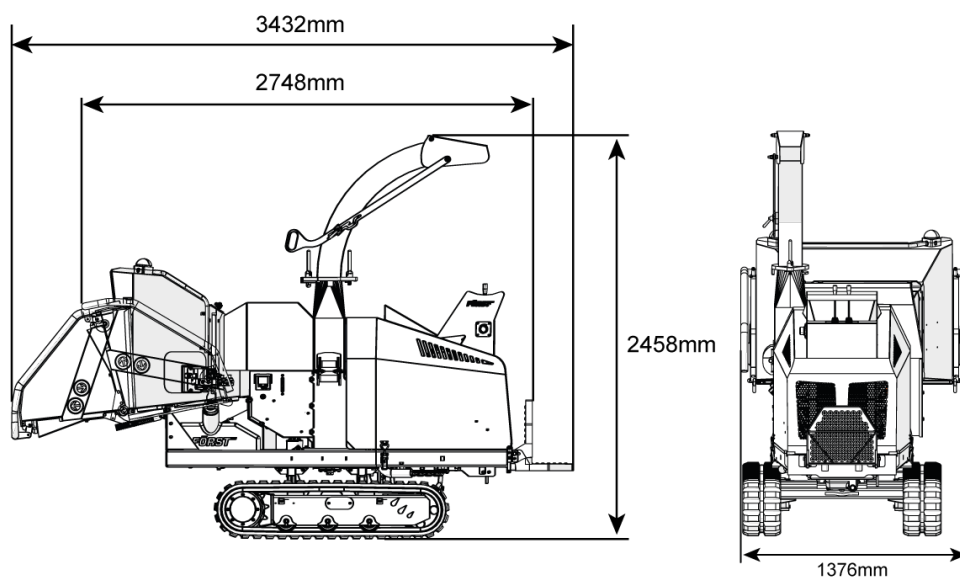

Figure 2 - Dimensions
- (3, Figure 2) Référence à l'objet 3 dans Figure 2.